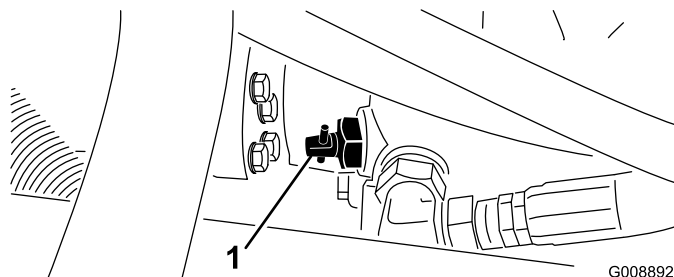

Рисунок 45
1. Найдите перепускной клапан на насосе (Рисунок 45) и поверните его на 90°.